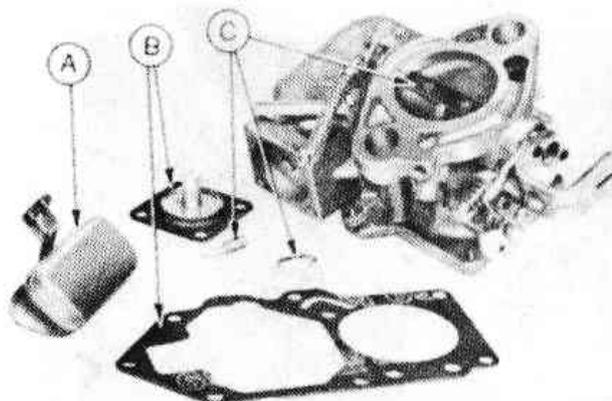

Рис.3.21. Места проверки (А) на наличие течи, (В) на наличие трещин или повреждений и (С) износа или повреждений (Разд.22)
12. Проверьте поплавок на наличие признаков повреждения или течи. Осмотрите диафрагму и прокладку насоса для выявления трещин или деформации. Осмотрите винт регулировки качества смеси, ось дроссельной заслонки и седло игольчатого клапана для выявления признаков износа. При необходимости замените эти детали (Рис.3.21).